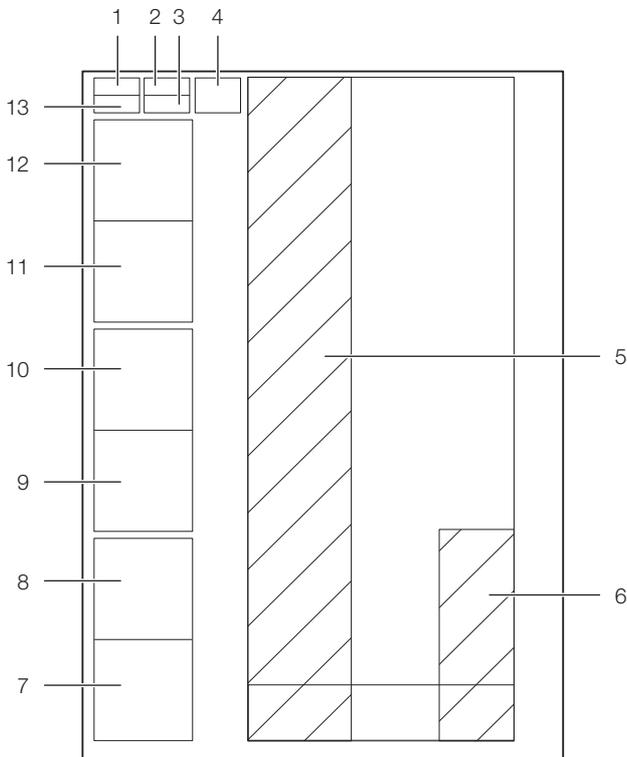

Imagen 10: Construcción esquemática de un Liquid Cooling Package – Vista lateral derecha
- 5 Unidad de regulación CMC III PU (cf. imagen 10, pos. 13)
- 6 Caja de fusibles con interruptor principal (cf. imagen 10, pos. 1)